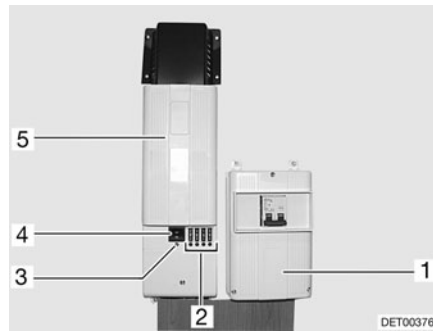

Fig. 83 Fuente de alimentación (variante 2)
La fuente de alimentación (Fig. 83,5) está montada junto al fusible automático de 230 V (Fig. 83,1).
En la fuente de alimentación están integrados un interruptor principal (Fig. 83,4), varios fusibles (Fig. 83,2) y una protección contra sobrecargas. Un fusible defectuoso o un cortocircuito en el circuito eléctrico se indican por medio de un LED que se ilumina de color rojo debajo del fusible.
- Presionar la parte inferior del interruptor principal (Fig. 83,4): Posición "ON". El LED verde (Fig. 83,3) se ilumina si hay contacto con una tensión de 230 V.
- Presionar primero la parte superior del interruptor principal (Fig. 83,4): Posición "OFF".